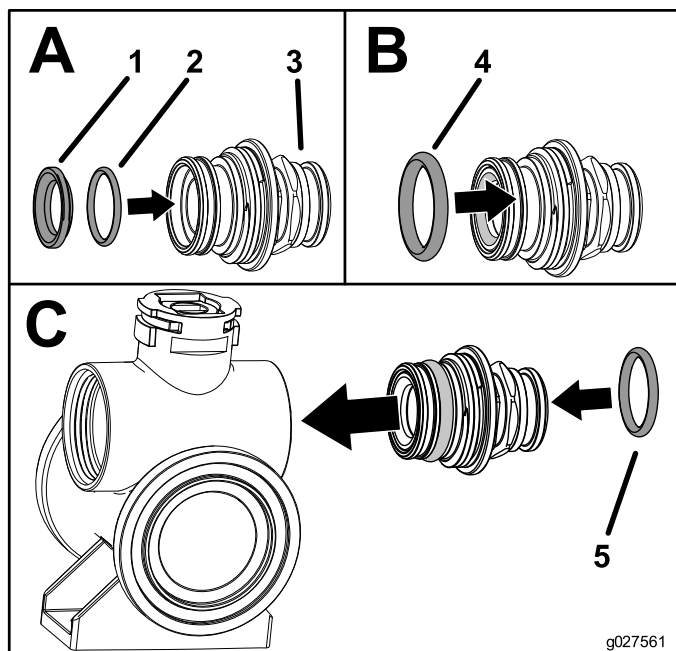

Figure 6
6. Placez le joint torique de portée arrière et le siège de vanne dans le raccord d'embout (partie A de la Figure 6).
7. Placez le joint torique sur le raccord d'embout (partie B de la Figure 6).
8. Montez le raccord assemblé sur le corps de la vanne jusqu'à ce que la bride du raccord touche le corps de la vanne, puis tournez la vanne de 1/8 à 1/4 de tour supplémentaire (partie C de la Figure 6).
9. Placez le joint torique sur raccord de sortie sur le raccord de flexible (partie C de la Figure 6).